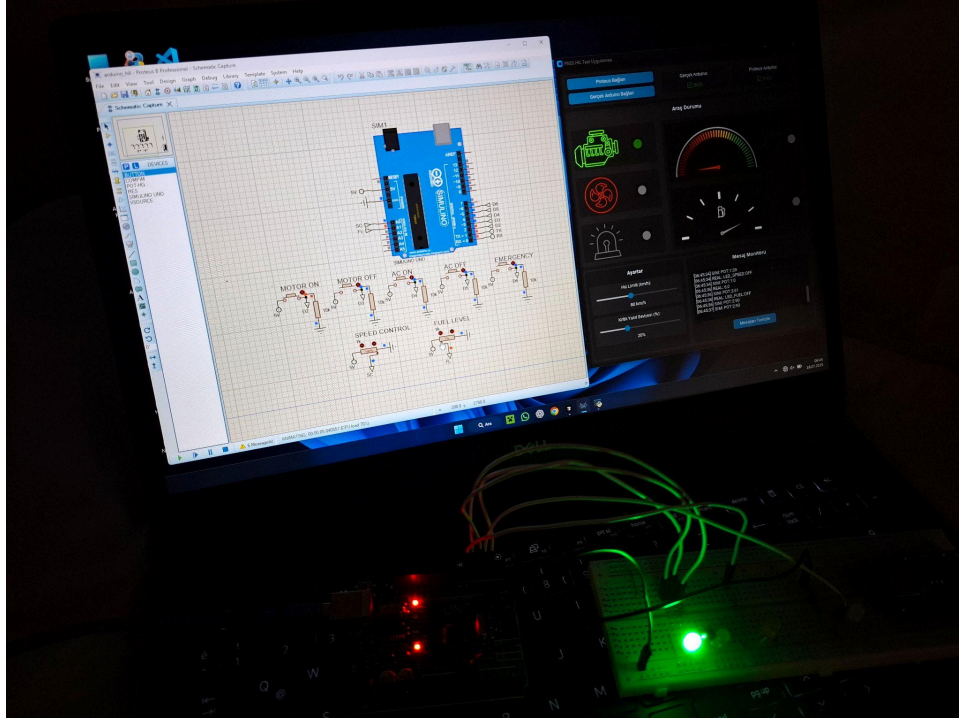

Fig.3 - Motor Açık
- Motor açık: Yeşil LED yanar (Fig.3)